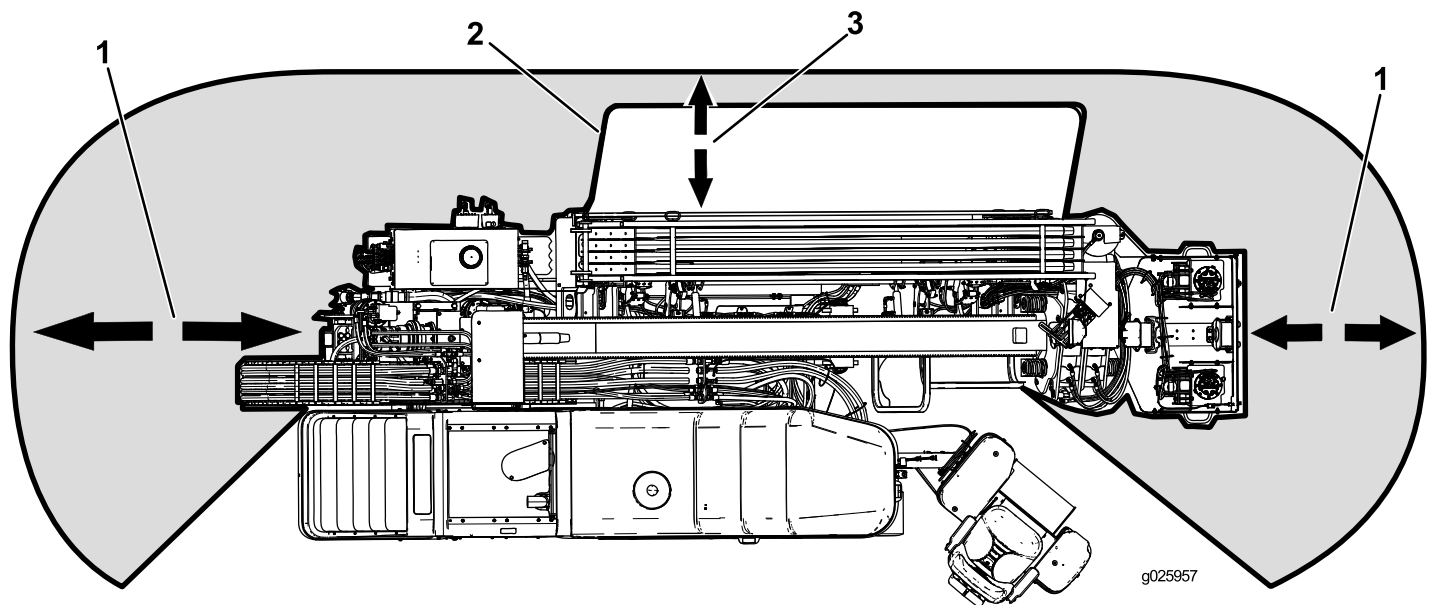

Figura 4
- Sempre abaixe a proteção de carregamento antes de iniciar a perfuração (Figura 4).